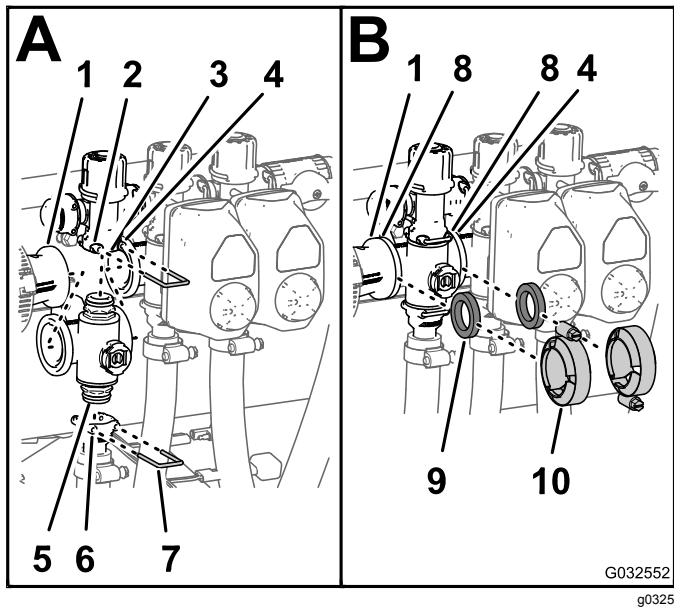

Bild 116
1. Setzen Sie das obere Endkappen-Anschlussstück des Verteilerventils in das Anschlussstück des Sicherheitsventils ein (Bild 116 A).
2. Stecken Sie einen Halter in die Buchse des Anschlussstückes des Sicherheitsventils, um das Endkappen-Anschlussstück am Anschlussstück des Sicherheitsventils zu befestigen (Bild 116 A).
3. Montieren Sie das Auslaufanschlussstück am unteren Endkappen-Anschlussstück des Verteilerventils (Bild 116 A).
4. Stecken Sie einen Halter in den Sockel des Auslaufanschlussstückes, um das Endkappen-Anschlussstück am Auslaufanschlussstück zu befestigen (Bild 116 A).
5. Fluchten Sie eine Dichtung zwischen den Flanschen der Reduzierkupplung und dem Abschnittventilverteiler aus (Bild 116 B)
6. Montieren Sie die Reduzierkupplung, die Dichtung und den Abschnittventilverteiler mit einer Klemme und ziehen sie mit der Hand an (Bild 116 B).
danebenliegenden Abschnittventilverteiler aus (Bild 116 B).
8. Montieren Sie die zwei danebenliegenden Abschnittventilverteiler und eine Dichtung mit einer Klemme und ziehen sie mit der Hand an (Bild 116 B).